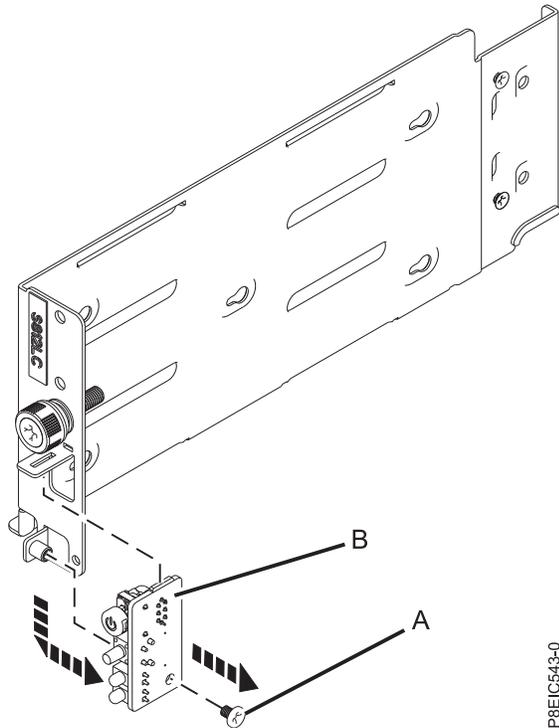

Figure 62. Retrait de la carte d'interrupteur d'alimentation
9. Retirez la vis (A) de la carte d'interrupteur d'alimentation (B), puis abaissez la carte et le câble d'interrupteur d'alimentation pour les enlever du support, comme illustré dans la figure 62, à la page 57.